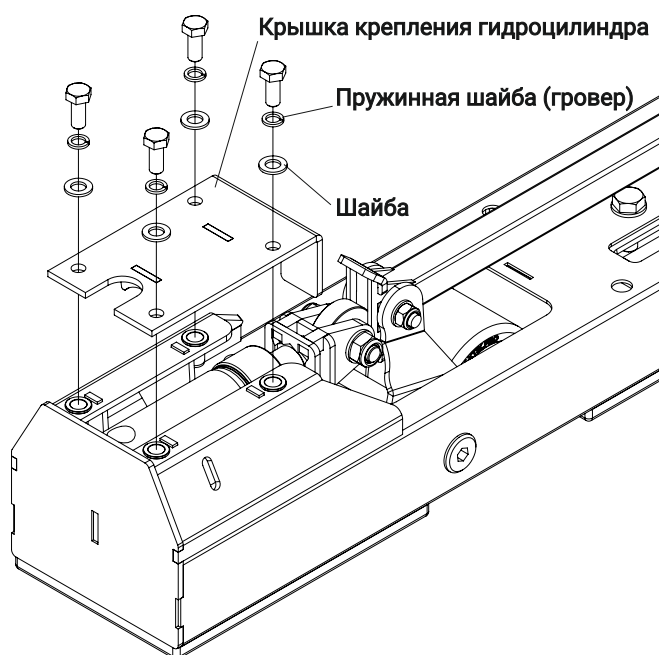

Рис. 1. Схема крепления гидроцилиндра
3. Вставить гидроцилиндр как показано на рис. 1;